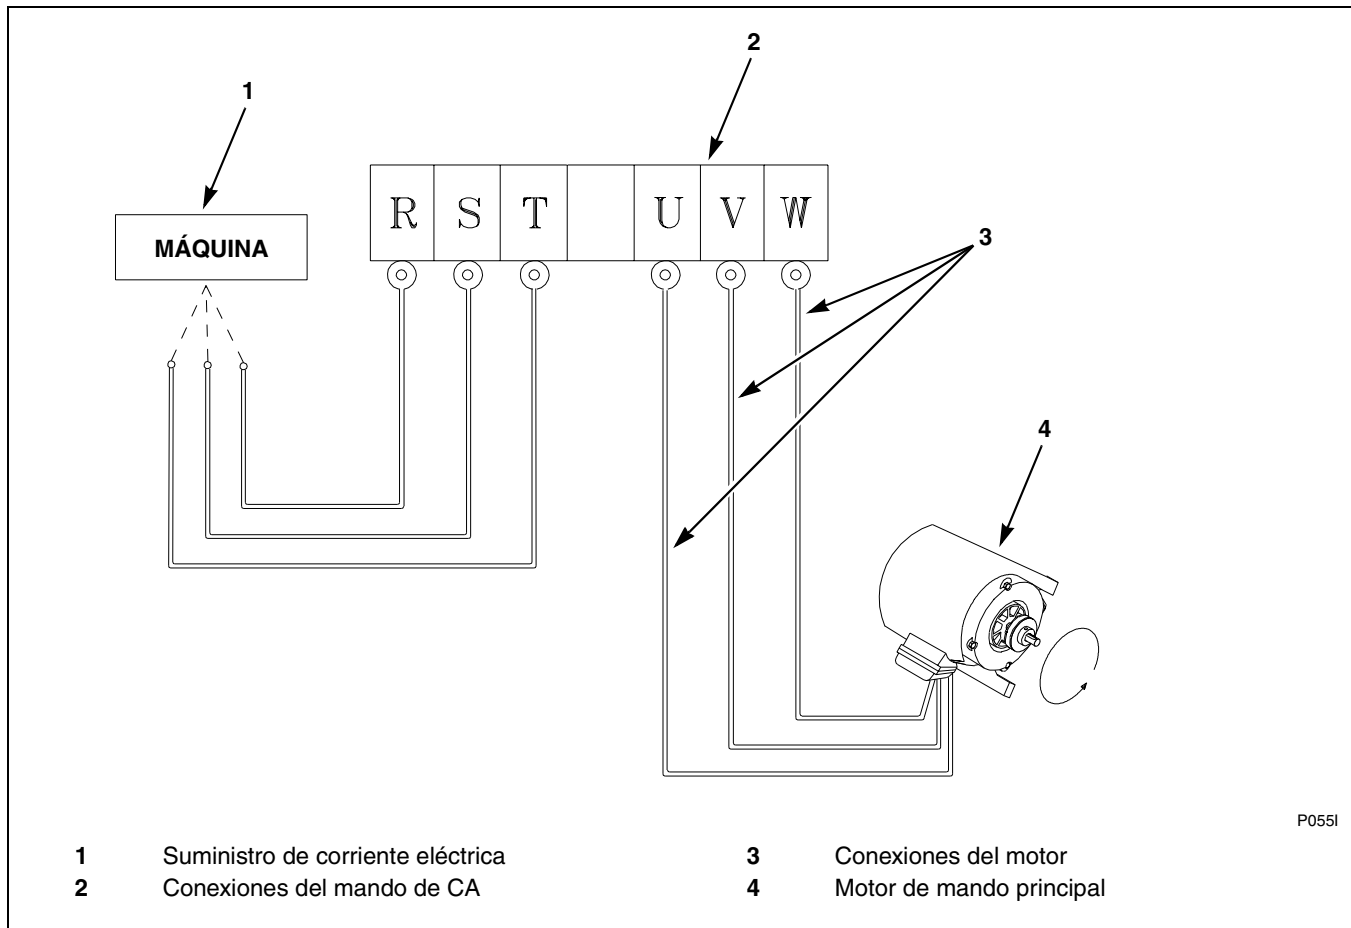

Figura 24
8. La rotación del cilindro debe ser en sentido contrario a las agujas del reloj en el paso de extracción para los modelos de 135 y 250 libras de capacidad. Si la rotación no fuera la indicada, desconecte la corriente eléctrica. Un electricista capacitado debe invertir dos conexiones cualquiera entre el mando de CA y el motor de mando principal. Consulte la *Figura 24*.